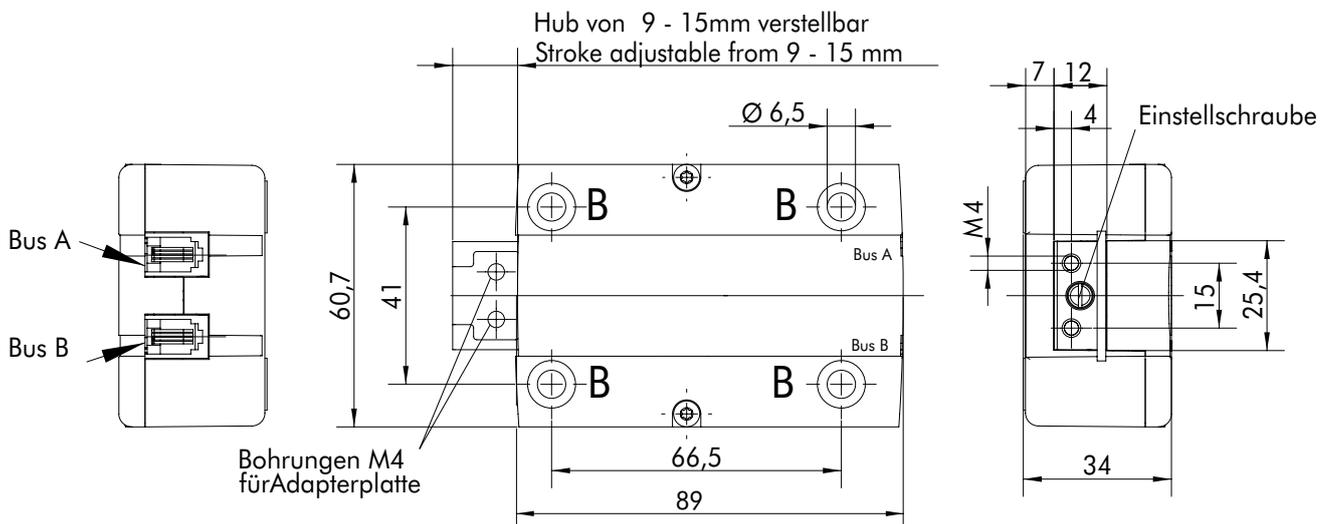

Abb. 1: Elektronikschloss TwinLock 7220/ 7260
- Das Elektronikschloss ist mit 4 Schrauben M6 durch die vorgesehenen Bohrungen (siehe Abb.1 Befestigungspunkte B) so zu befestigen, dass ein dauerhafter, fester Halt gewährleistet ist. Länge und Werkstoff der Schraube sind dem entsprechend festzulegen. Das Schloss kann in alle handelsüblichen Wertbehältnisse eingebaut werden.